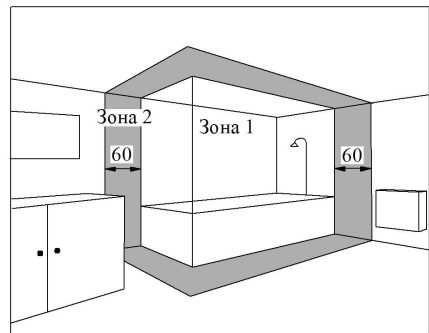

Рис. 3
5.5 Конвектори допускається встановлювати в приміщеннях з підвищеною вологістю – ванних кімнатах, душових, басейнах (рисунок 3). При цьому установка конвектора забороняється:
Розміщення конвектора на опорах в приміщенні аналогічне (див. рис.3), при цьому відстань від задньої стінки конвектора до предметів (меблі, штори і т.п.) повинна бути не менше 15 см.